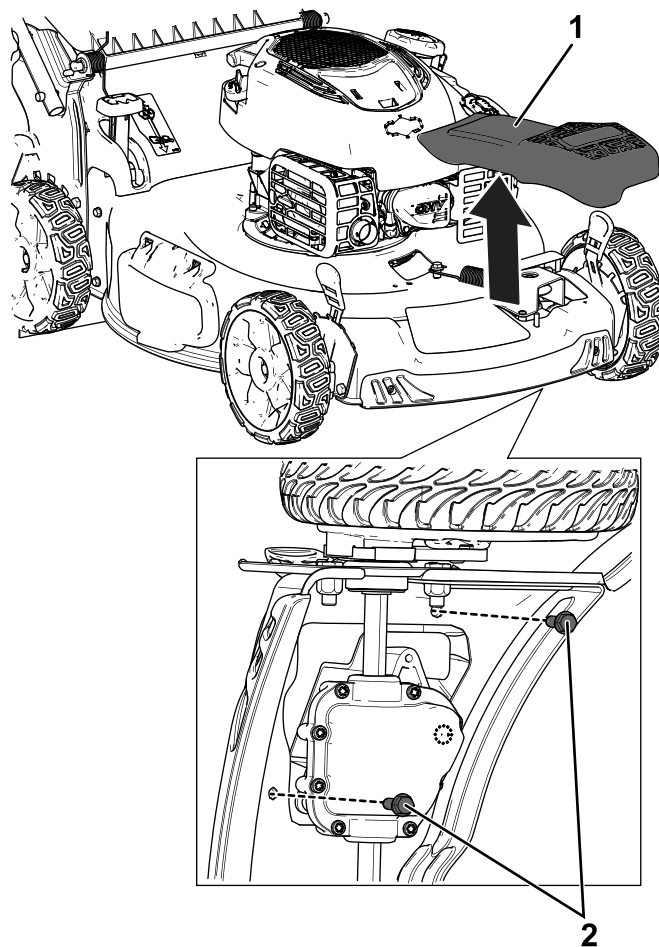

Rysunek 5
9. Zdemontuj i wyrzuć metalową prowadnicę paska i 2 odpowiadające śruby (Rysunek 5).